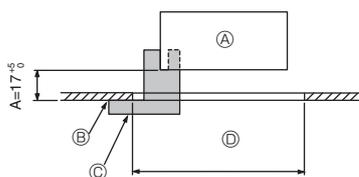

Fig. 9-2
①	Gitter	1	950 × 950 (mm)
②	Installationsmåler	1	(delt i fire)
③	Skrue (4 × 16)	1	til PLP-6EAE, PLP-6EALAE, PLP-6EALME
④	i-see sensor-hjørnepanel	1	til PLP-6EAE, PLP-6EALAE, PLP-6EALME
⑤	Trådløs fjernbetjening	1	til PLP-6EALM, PLP-6EALME
⑥	Holder til fjernbetjening	1	Medfølger hvis udstyret med trådløs fjernbetjening.
⑦	LR6 AA-batterier	2	Medfølger hvis udstyret med trådløs fjernbetjening.
⑧	3,5 × 16 pladeskruer	2	Medfølger hvis udstyret med trådløs fjernbetjening.
9.2. Forberedelser til fastgørelse af gitteret (Fig. 9-2)
- Juster og kontrollér placeringen af hovedenheden i forhold til loftsfladen med måler ②, der følger med dette sæt. Hvis hovedenheden ikke placeres korrekt i forhold til loftsfladen, kan der opstå luftlækager eller kondensdannelse.
- Ⓒ Installationsmåler ② (sat ind i hovedenheden)